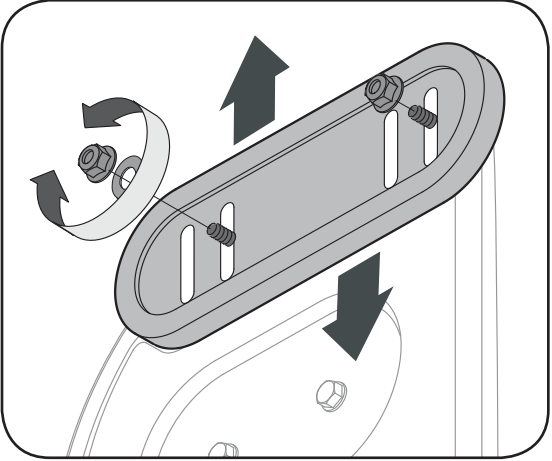

Figure 5-3
2. Ajustez les patins en desserrant les quatre contre-écrous à embase (deux de chaque côté) et les boulons ordinaires. Placez les patins à la position voulue. Voir les Figures 5-3.